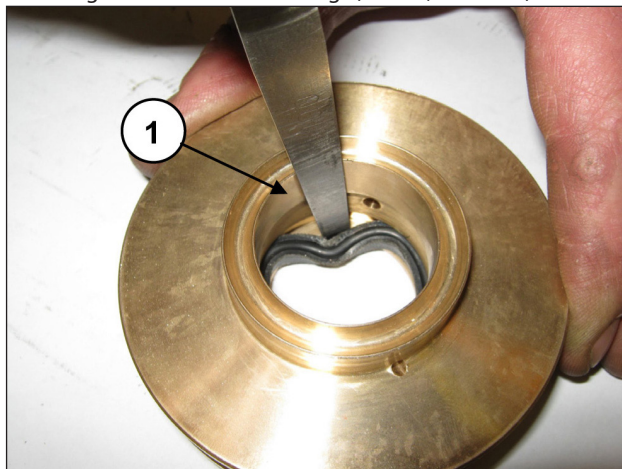

Abb. 174
Zur Abnahme der ND-Dichtung müssen Sie eine Fühlerlehre oder ein ähnliches Werkzeug verwenden, das den Sitz des Dichtungshalters nicht beschädigt (Pos. ①, Abb. 174).